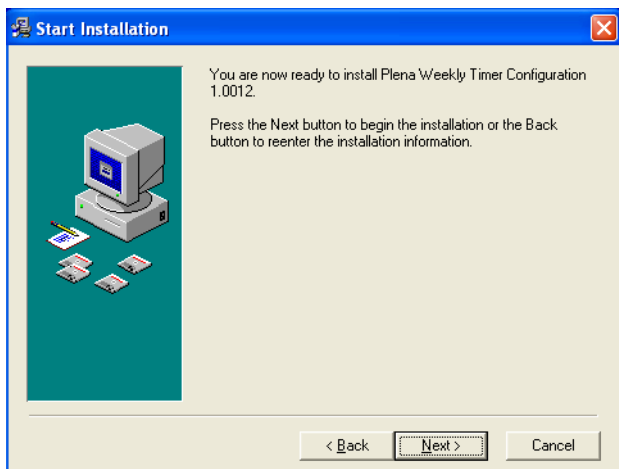

Abbildung 8.4: Starten der Installation
- 4 Wählen Sie Program Manager Group und klicken Sie dann auf [Next]. Ein Fenster wie in Abbildung 8.4 erscheint auf dem Bildschirm.